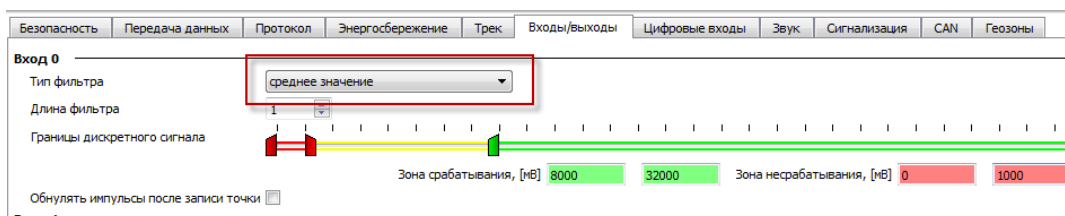

Рис. 3
1. перейдите на вкладку «Настройки» -> «Входы/выходы» Конфигуратора. На входе, к которому подключен терморезистор, выберите «среднее значение» (Рис. 3);